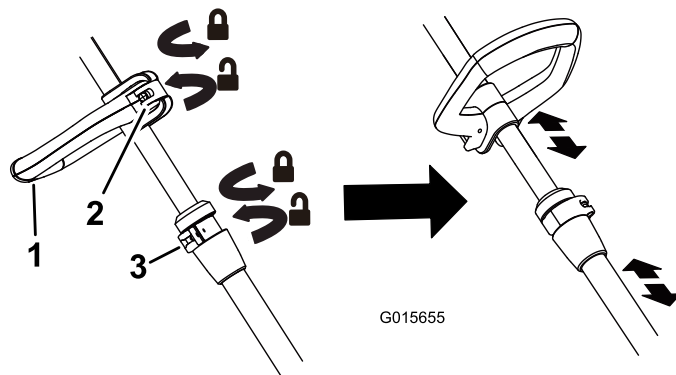

Figure 5
- Pour régler la hauteur de la poignée, soulevez le verrou de la poignée auxiliaire, déplacez la poignée en haut ou en bas à la hauteur voulue, puis fixez-la en place en refermant le verrou (Figure 5).
- Pour régler la hauteur de la débroussailleuse, ouvrez le verrou de réglage, puis faites coulisser l'arbre de haut en bas à la hauteur voulue avant de le fixer en position avec le verrou (Figure 5).